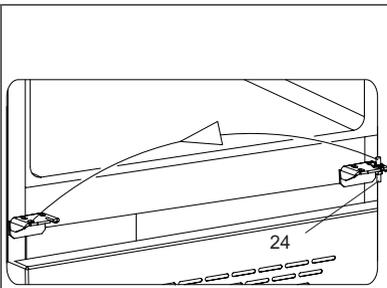

Рисунок 13
4. Переставьте ось 24 на противоположную сторону, выкрутив на ней торцовым ключом на 10 гайку (см. рис. 13).
7. Переставьте ось 24 на противоположную сторону, выкрутив на ней торцовым ключом на 10 гайку (аналогично рис. 13).